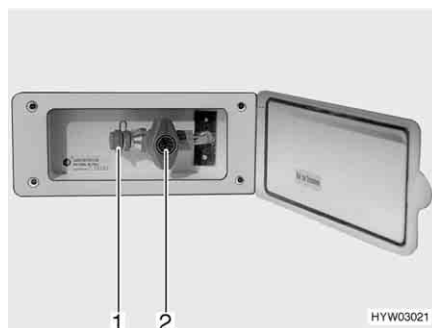

Bild 126 Extern gasanslutning, gasavstängningsventilen stängd
Den externa gasanslutningen (Bild 126) befinner sig, beroende på modell, på fordonets bakdel eller på fordonets vänstra resp. högra sida.
- Anslut den externa gasapparaten till anslutningar (Bild 126,1).
- Öppna gasavstängningsventilen (Bild 126,2).